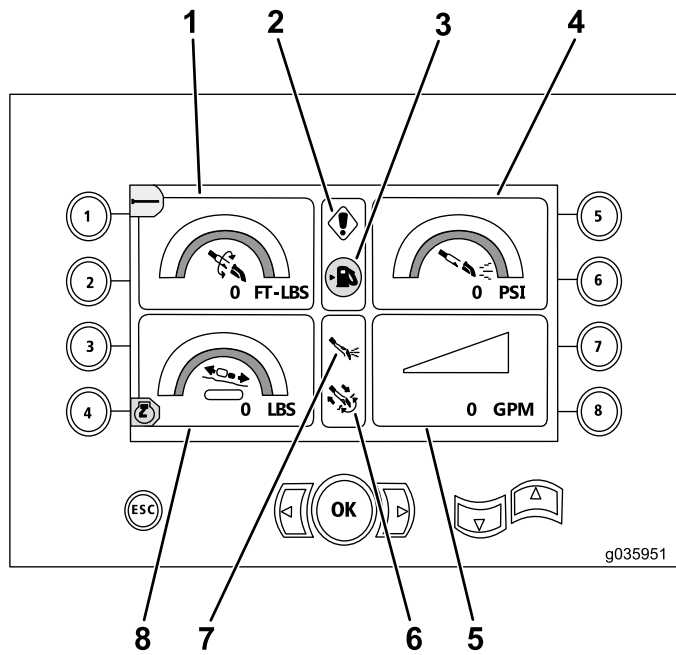

Рисунок 4
- Режим автоматического бурения находится в положении ВКЛ. (ON) (Рисунок 4)
- Предупреждение с кодом ошибки для процесса бурения и/или двигателя (Рисунок 4)
- Предупреждение о низком уровне топлива (Рисунок 4)
- Индикатор бурового раствора (Рисунок 4)
Эта страница показывает измеренные значения крутящего момента в фунт-футах, давления бурового раствора в фунтах на кв. дюйм, усилия каретки в фунтах и расхода бурового раствора в галлонах в минуту (Рисунок 4).
- Режим автоматического бурения находится в положении Вкл. (ON) (Рисунок 4)